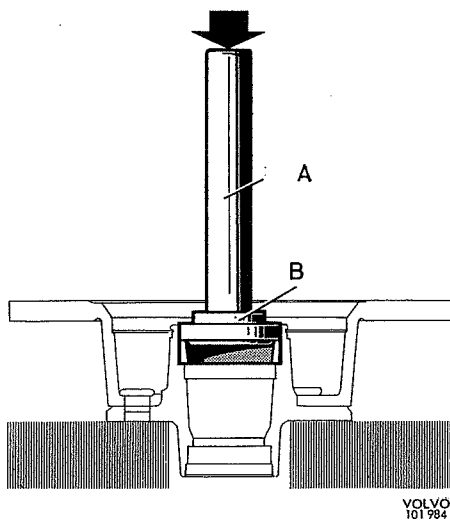
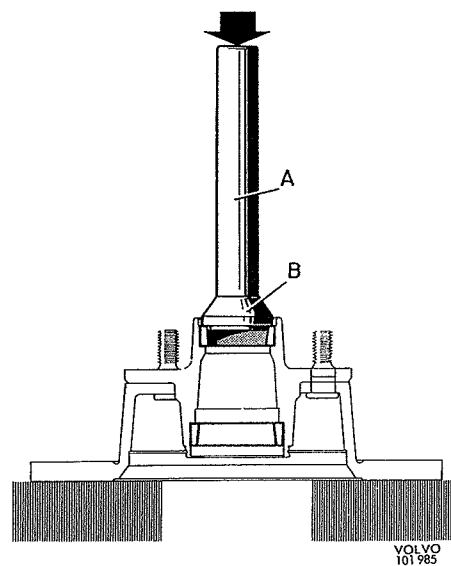

Fig. 7-18. Montage cup van binnenlager
Fig. 7-19. Montage cup van buitenlager
7. Pers de nieuwe cups in. Gebruik behalve het standaard handel SVO 1801 drijver SVO 2723 (Fig. 7-18) voor de binnenste cup en drijver SVO 2724 (Fig. 7-19) voor de buitenste cup.